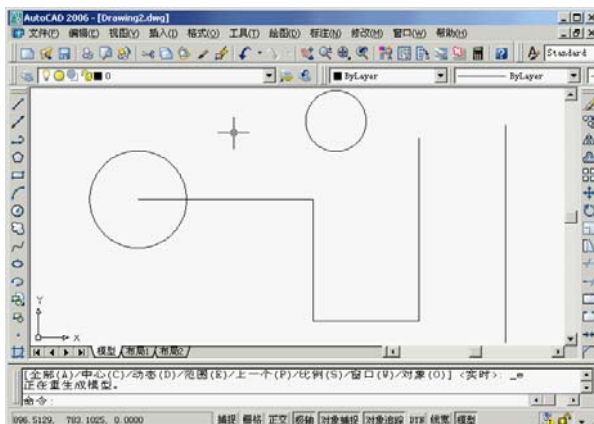

图1-6 全部显示图形
10. 按下程序窗口上部的  按钮, 弹出一个工具栏, 继续按住左键并向下拖动游标至该工具栏的  按钮上松开, 图形又全部显示在窗口中, 如图 1-6 所示。